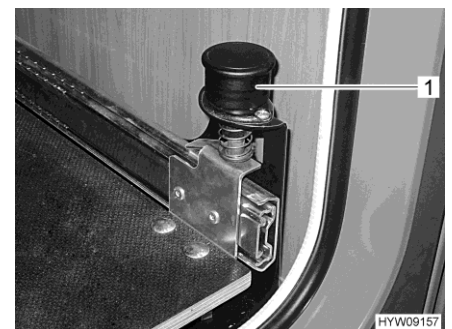

Fig. 118 Pomo con bloqueo
- Tirar el pomo (Fig. 118,1) hacia arriba. El dispositivo de extracción de caja para bombonas de gas está desbloqueado.